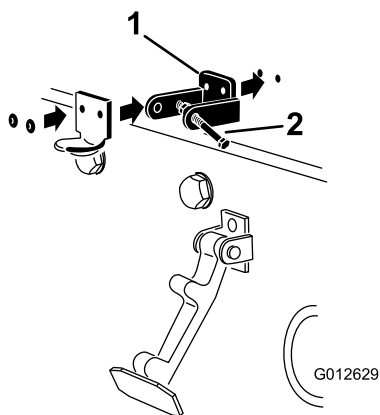

Figure 31
3. Alignez les trous de montage, puis positionnez le support de loquet CE et le support de loquet du capot sur le capot. Le support de loquet doit être appuyé contre le capot (Figure 31). Ne retirez pas le boulon et l'écrou du bras de support de loquet.
5. Rivetez les supports et les rondelles sur le capot (Figure 31).